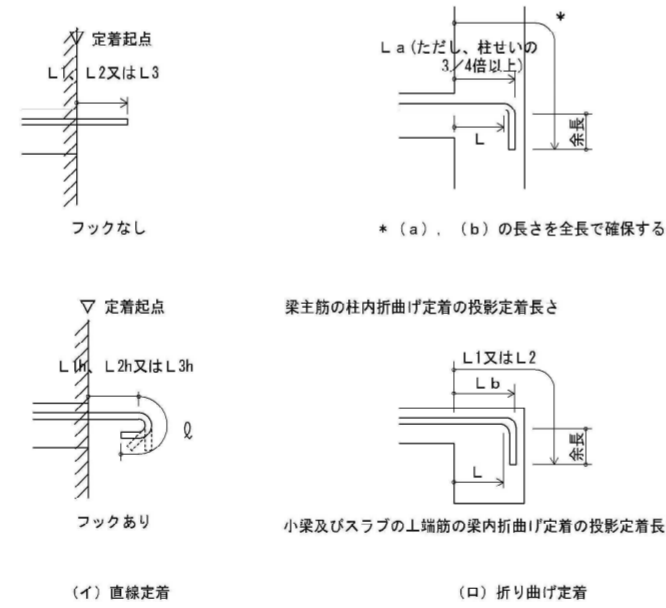

図6.1 定着の方法
名称	鉄筋コンクリート構造配筋基準図6-1
5. フックあり定着の場合は、図6.1に示すようにフック部分 l を含まない。また中間部での折り曲げは行わない。
- (c) 定着の方法は、図6.1による。